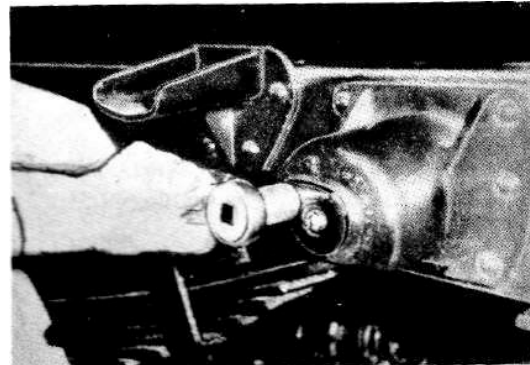

Bild 4-405
4. Sechskantschraube für Federbolzen mit Flansch vorn lösen. (Bild 4-405)